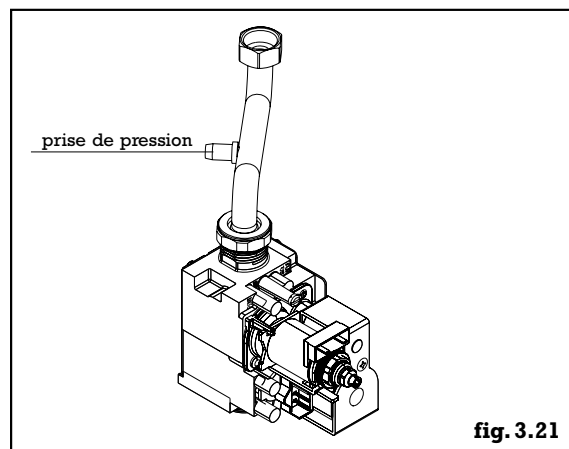

fig. 3.21
- raccorder un manomètre à la prise de pression placée entre la vanne gaz et le brûleur (fig. 3.21)